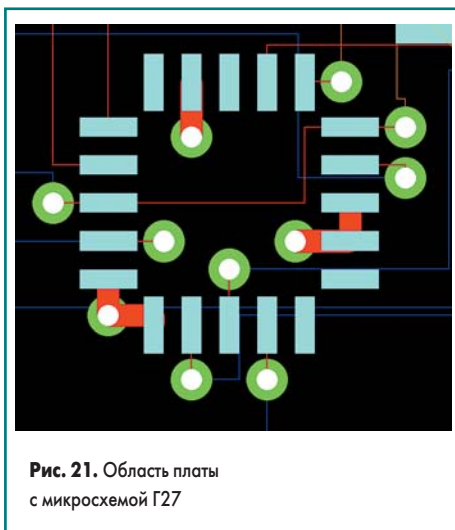

Рис. 21. Область платы с микросхемой U27
29. С помощью мыши зададим окно охвата таким образом, чтобы на экране оптимально отображалась область платы с микросхемой U27 (рис. 21).